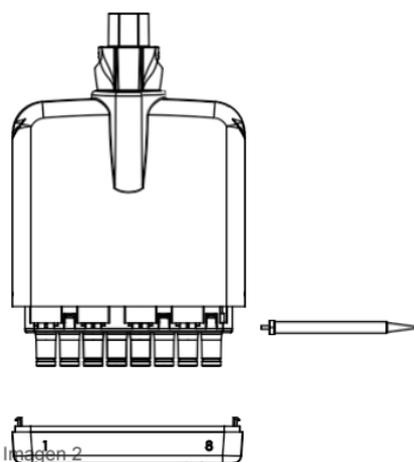

Imagen 2
2. Introduzca la herramienta en los dos orificios del collarín para empujar hacia atrás los cierres a presión inferiores del collarín (imagen 2).